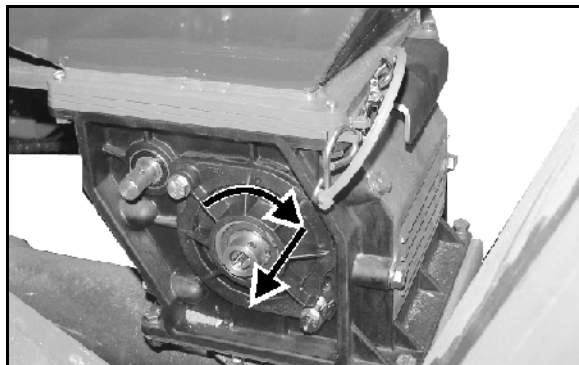

Рис. 11
4. Открутите и снимите крышку подшипника (Рис. 11).